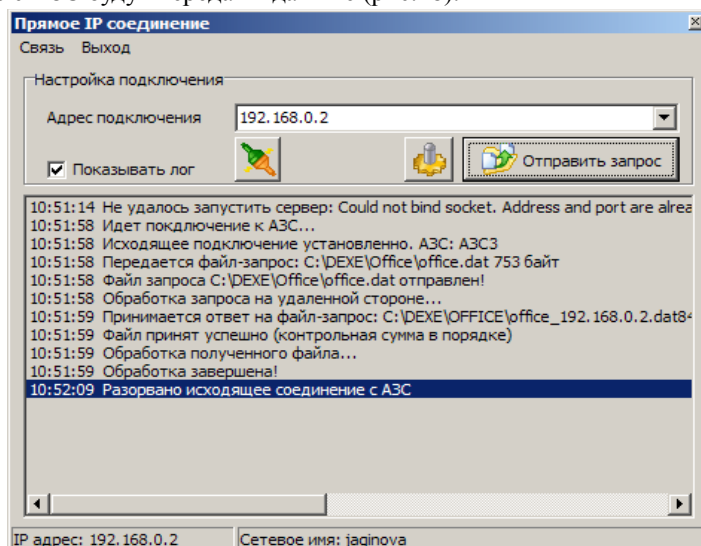

Рис. 48
4. Произойдет соединение по IP адресу с ЭВМ АЗС («ПТК АЗС Сервер» или «ПТК АЗС Менеджер») по полученному запросу в офис с АЗС будут переданы данные (рис.48).